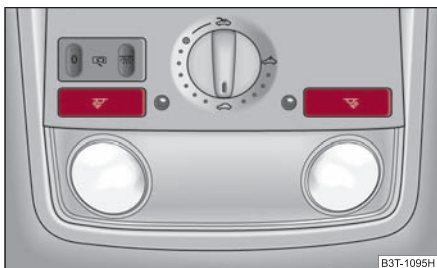

Fig. 64 Imagine din plafon:
- Lampa pentru lectură din dreapta, resp. din stânga se aprinde sau se stinge apăsând întrerupătorul ⇒ fig. 64 sau ⇒ fig. 65. ■